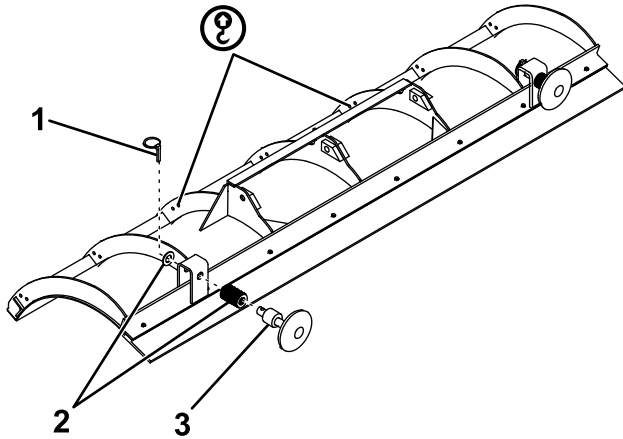

Figure 3
1. Glissez une entretoise et une rondelle sur chaque sabot du chasse-neige (Figure 3).
2. Insérez les sabots dans les trous du chasse-neige, comme montré à la Figure 3.
3. Glissez une autre rondelle sur les sabots du chasse-neige et fixez-les avec une goupille rapide (Figure 3).